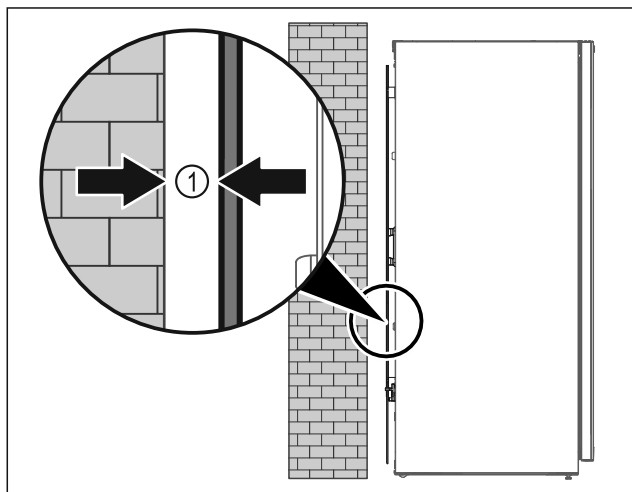

Fig. 8
- Zariadenie inštalujte voľne v priestore alebo priamo na stenu v minimálnej vzdialenosti 5 mm Fig. 8 (1).